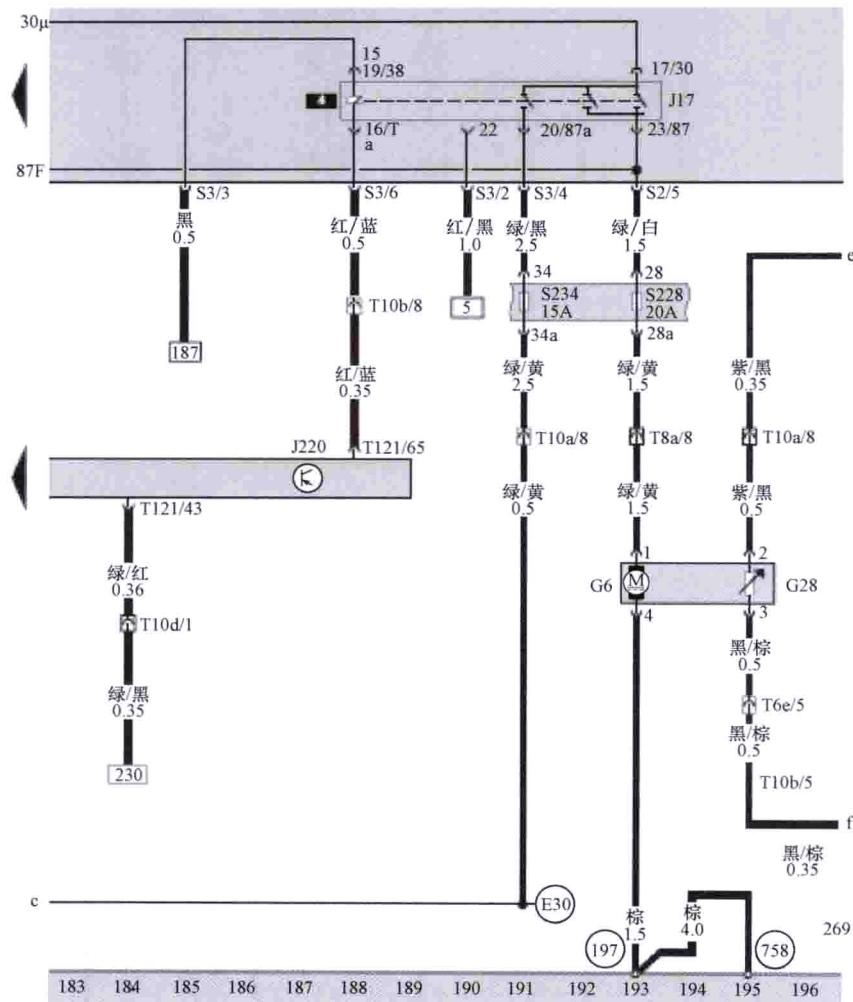

图 2-1 发动机 ECU、燃油泵、燃油表传感器和燃油泵继电器的相关电路
① 在气缸压力、起动机转速和喷油正时正常的情况下。
② 冷车起动的条件：冷却液温度信号 + 起动信号。
③ ECU 接收到起动信号根据冷却液温度状况提供喷油量（即喷油器开启时间）。
3) 打开电门钥匙，J220 通过端子 T121/65 向 J17 供电，正常情况下 J17 吸合，电流流向 S228 (20A) 并到达 G6。若燃油泵正常可靠搭铁，G6 提供油压 2 ~ 3s；若有 G28 信号，即长期工作。发动机 ECU、燃油泵、燃油表传感器和燃油泵继电器的相关电路如图 2-1 所示。